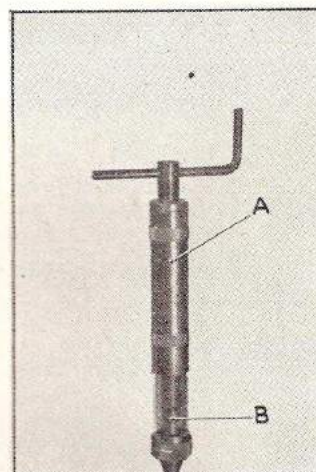
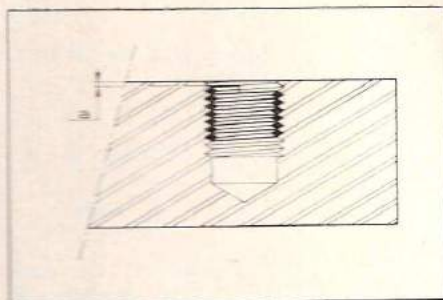

Fig. M 17.
Fig. M 18.
— En tournant la broche (B) (fig. M 17) positionner la dernière spire du filet afin que son extrémité soit à une cote « a » = 1/4 à 1/2 pas en dessous de la surface de la pièce (fig. M 18).